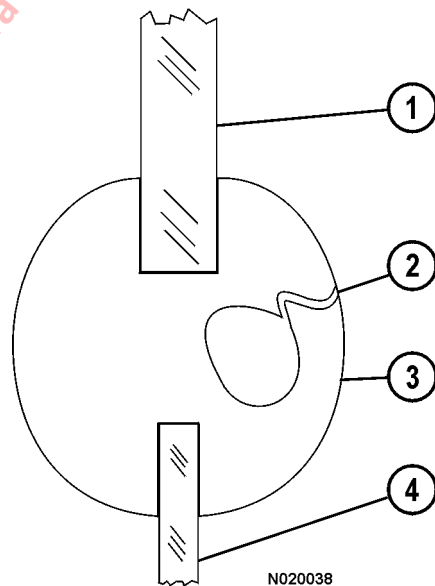
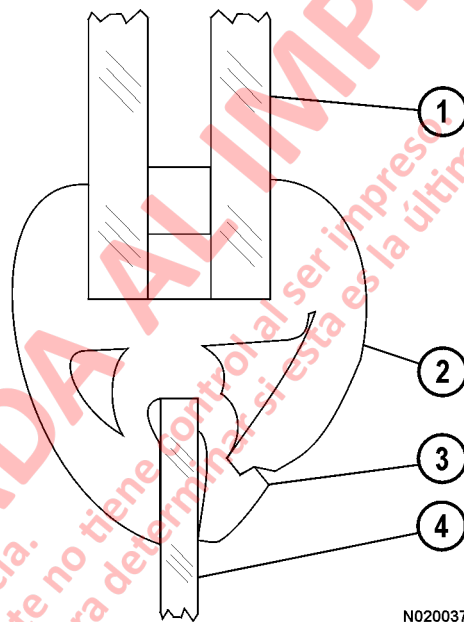

FIGURA 2-19. PARABRISAS DELANTERO
FIGURA 2-20. VENTANA TRASERA
- Tire el reborde de seguridad del burlete (2, Figura 2-19 o 2-20) desde la parte central inferior del vidrio. Utilice un lubricante de goma no oleoso y un destornillador para liberar el reborde de seguridad.
- Empuje el vidrio (1) hacia fuera desde el interior de la cabina para sacarlo del burlete (3).
- a. Instale el burlete (3, Figura 2-19 o Figura 2-20) alrededor de la abertura de la ventana. Coloque primero un extremo del burlete en la parte central inferior de la abertura de la ventana y vaya presionándolo contra el borde de la abertura.